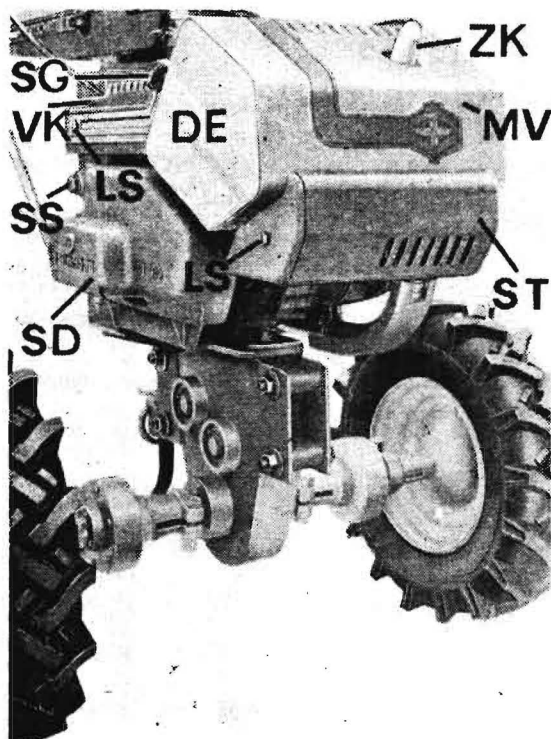

Bild 4/1
1. Lösen der beiden Linsenschrauben (LS) links und rechts
2. Abnehmen der Verkleidung (VK) (Bild 4/1)